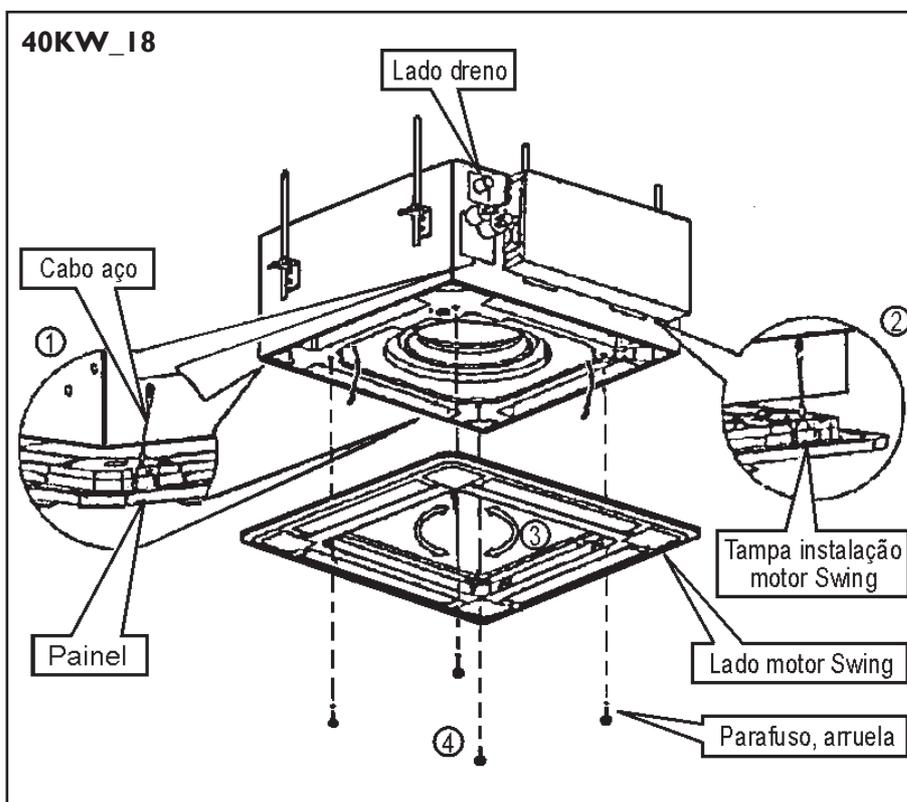

FIG. 25
- c) Alinhar o motor do Swing adequadamente no painel com as juntas de tubulação. Figs 25 e 26.
- d) Encaixe os dois cabos de aço, fixos ao corpo principal, no painel de instalação e alinhe a marca no painel com a mesma marca no corpo principal. Ver Fig. 25 - Detalhes 1 e 2 para 40KW_18.